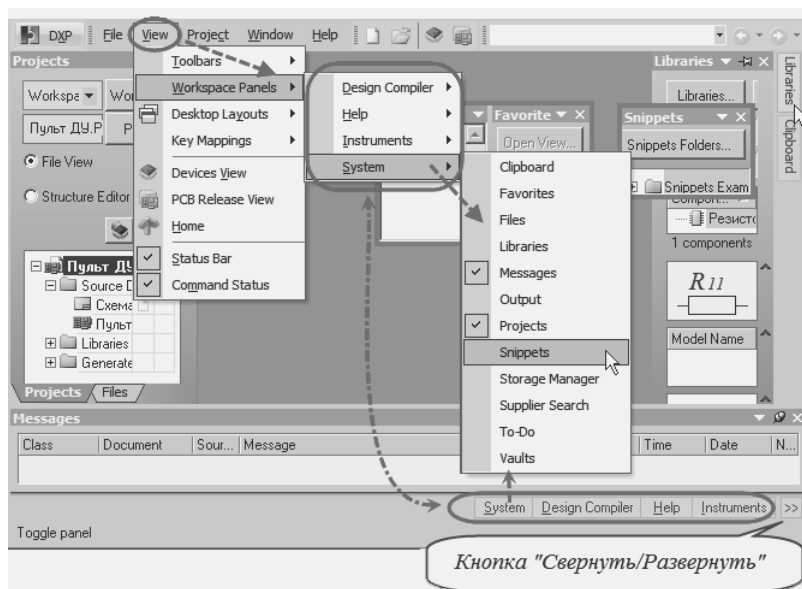

Рис. 1.7. Активация рабочих панелей из системного меню и строки статуса
Для удобства работы рабочие панели объединены в категории, доступ к которым возможен либо из системного меню **View** (Вид), либо из строки статуса, как показано на рис. 1.7. Для активации рабочей панели нужно открыть соответствующую
щую категорию и установить флажок справа от названия рабочей панели, щелкнув ЛКМ по нему. Для примера на рис. 1.7 показана активация панели **Snippets** (Фрагменты).
1. Щелкните ЛКМ по кнопке **System** (Система) в строке статуса, как показано на рис. 1.7. Если в строке статуса кнопки рабочих панелей не видны, нажмите кнопку \ll (Развернуть), расположенную в правой части строки статуса.